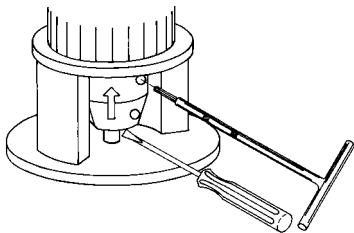

图 15 旋紧螺丝
6. 两个两个地旋紧螺丝（每次一边），转矩如下表：参见图 15。